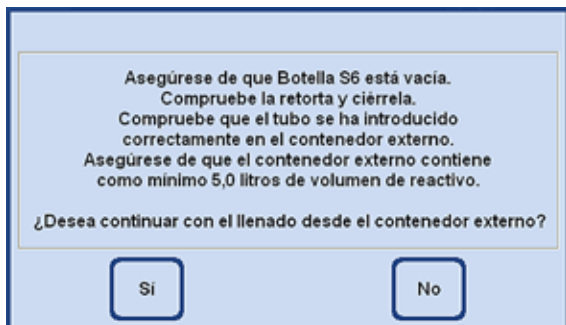

Fig. 170
- Cuando todo está listo, iniciar el llenado pulsando **SI** (fig. 170).